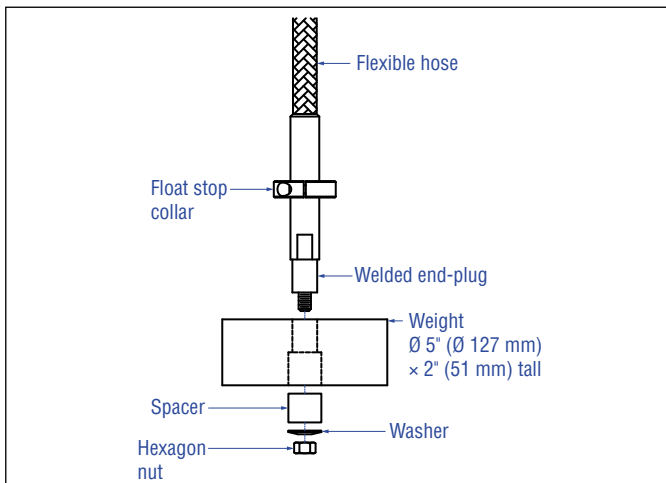
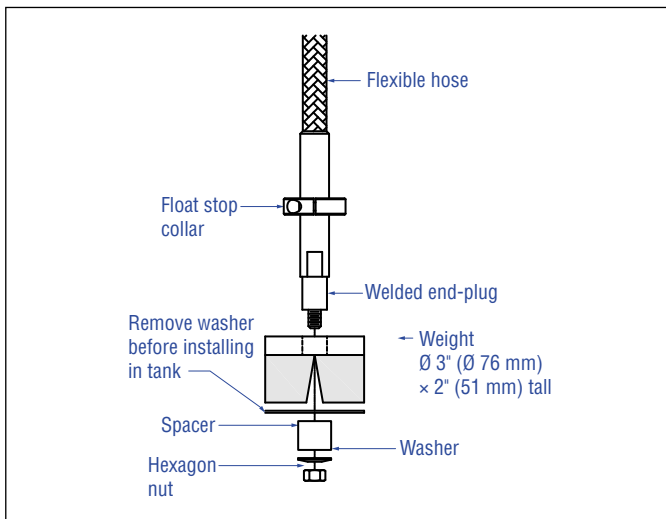
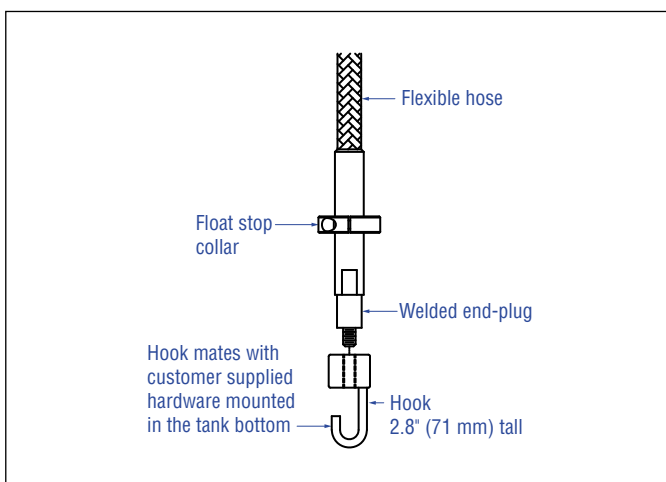

Abb. 6: Abspanngewicht am Boden
Abb. 7: Haltemagnet am Boden
Abb. 8: Haken zur Befestigung am Boden
6. Montieren Sie beim flexiblen Schlauch den unteren Befestigungsabschnitt des Rohrs (das ist der untere starre Abschnitt des Rohrs) mit der mitgelieferten Mutter, dem Distanzstück und der Unterlegscheibe und ziehen Sie diese fest, wie in Abb. 6, Abb. 7 und Abb. 8 gezeigt. Magnet: Entfernen Sie die Unterlegscheibe vor der Installation im Tank.